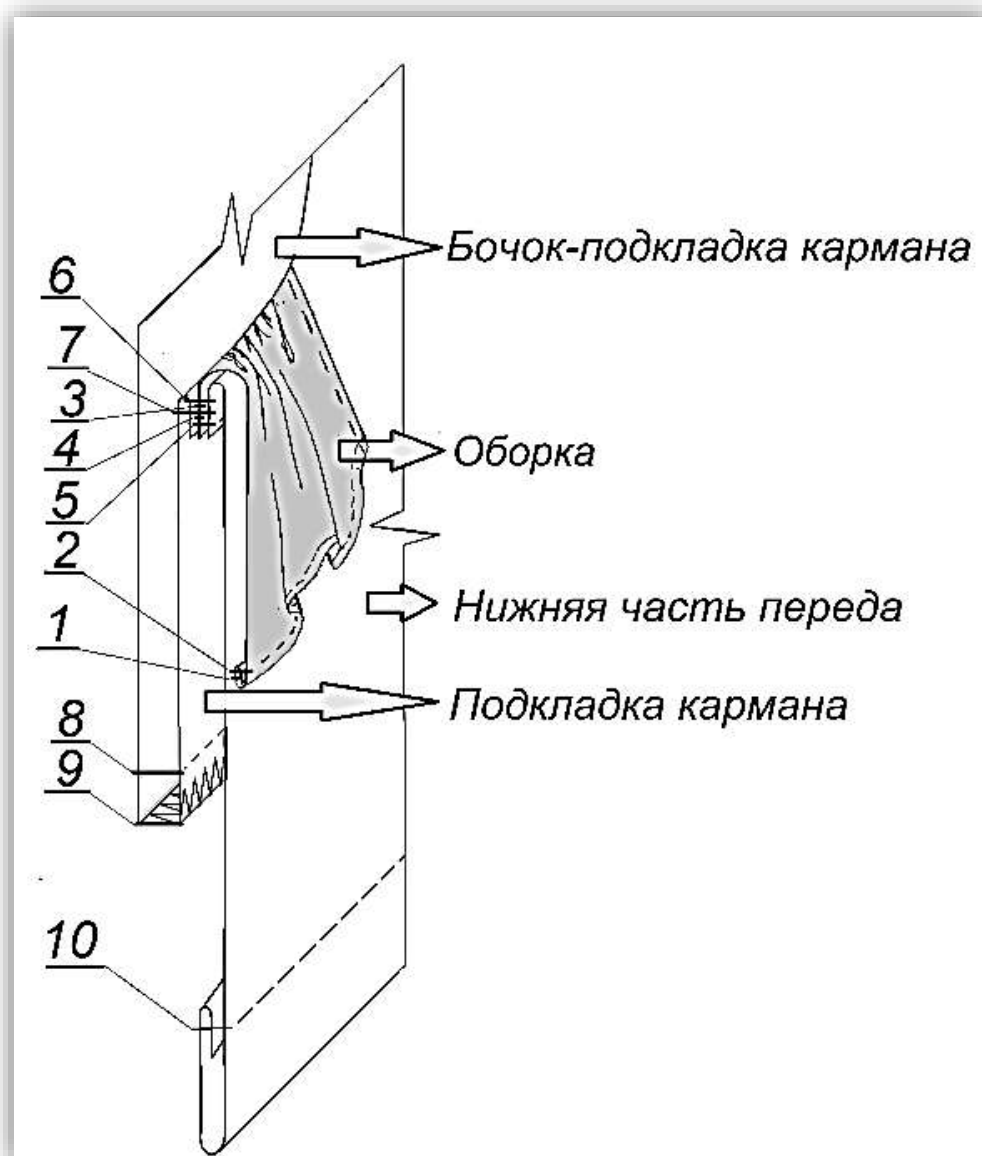

Рисунок 2 – Схема обработки кармана в отрезном бочке с оборкой вдоль входа в карман
2) При пошиве можете воспользоваться рекомендованной технологической последовательностью изготовления, приведенной ниже (стр. 7), а также схемой обработки (стр. 8, рис. 2), или применить свой метод изготовления, не ухудшающий качество и полностью соответствующий заданному внешнему виду фрагмента модели женского платья.
1. Обработать нижний срез оборки узким швом вподгибку с закрытым срезом (рис.2, строчка 1,2). Данную обработку можно выполнить с помощью одной или двух последовательных строчек.
4. Проложить две сборкообразующие строчки вдоль верхнего (необработанного) среза оборки на расстоянии 0,6 и 0,3 см (рис.2, строчка 3 и 4).
7. Притачать оборку к срезу кармана нижней части переда и к боковому срезу, прикладывая по надсечкам, прокладывая строчку между сборкообразующими строчками (рис.2, строчка 5).
8. Обтачать срез кармана подкладкой кармана, совмещая лицевые стороны (рис.2, строчка 6), ширина шва 0,7 см.
9. Настрочить подкладку кармана на шов обтачивания кармана (рис.2, строчка 7), шир. шва 0,1-0,2 см.
12. Стачать внутренние срезы подкладок кармана (рис. 2, строчка 8), ш. ш. 1,0-1,5 см.
13. Обметать внутренний шов подкладки кармана зигзагообразной строчкой (рис. 2, строчка 9).
17. Застрочить припуск низа вдоль заметочной строчки (при ее наличии) на расстоянии 2,5 см от сгиба (рис. 2, строчка 10).